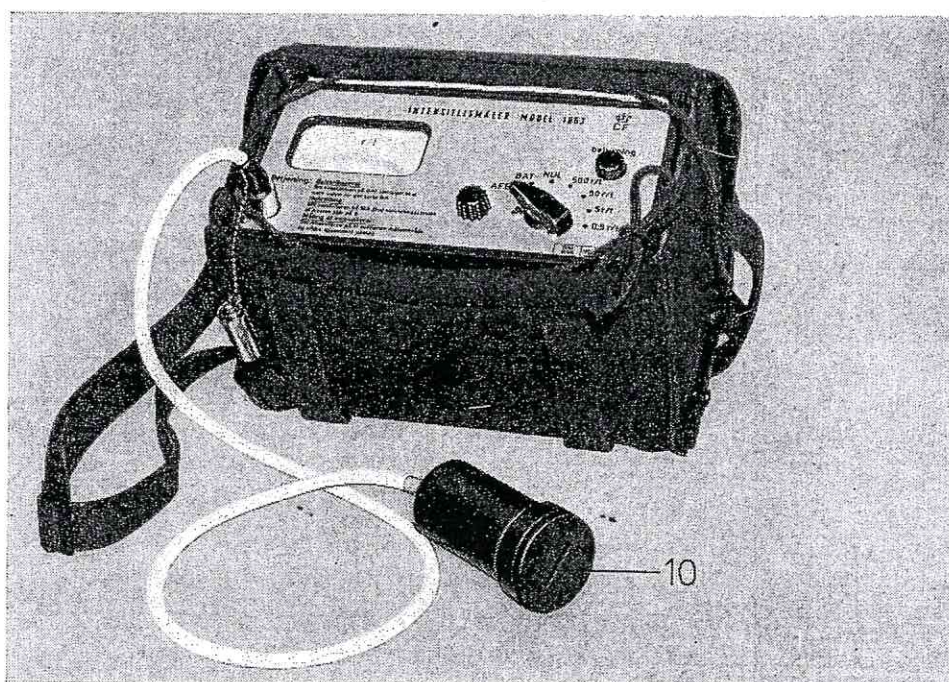

Fig. 6 Intensitetsmåler med batteriadapter.
4.1.5. Batteriadapter. For også at kunne bruge intensitetsmåleren ved meget lave temperaturer kan man i stedet for det i huset indsatte batteri anvende en batteriadapter (10, fig. 6).